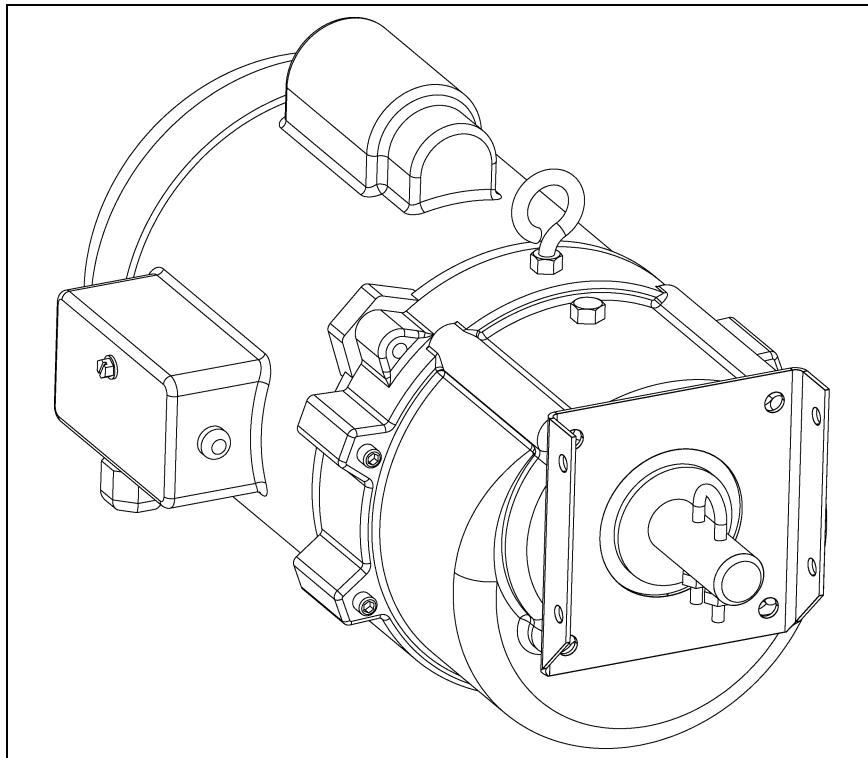

Рисунок 4N
- Снимите нижнюю и верхнюю пластины в сборе с управляющего лотка. Снимите анкерную плиту с управляющего лотка и закрепите ее болтом на приводном блоке, как показано на Рисунок 4N. Отметьте расположение анкерной плиты и убедитесь, что фаска находится в нижней части приводного блока.